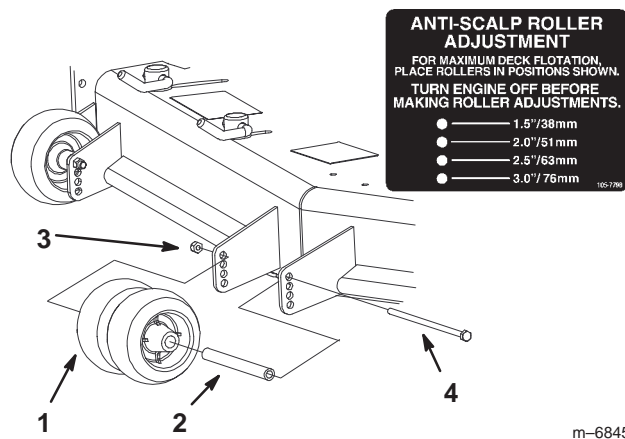

Figure 19
**Remarque :** Les deux galets centraux ne sont pas munis d'entretoise (Fig. 19).